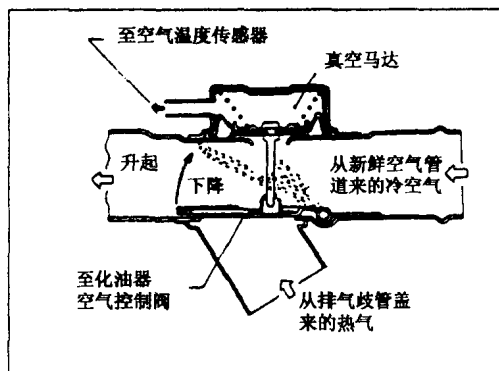

图 1-28
(1) 检查真空软管 (进气歧管到温度传感器和真空电动机) 是否牢固地接在其正确位置上。
(2) 检查各软管有无裂纹和变形。
(3) 检查 A.T.C 系统的功能, 见图 1-28。